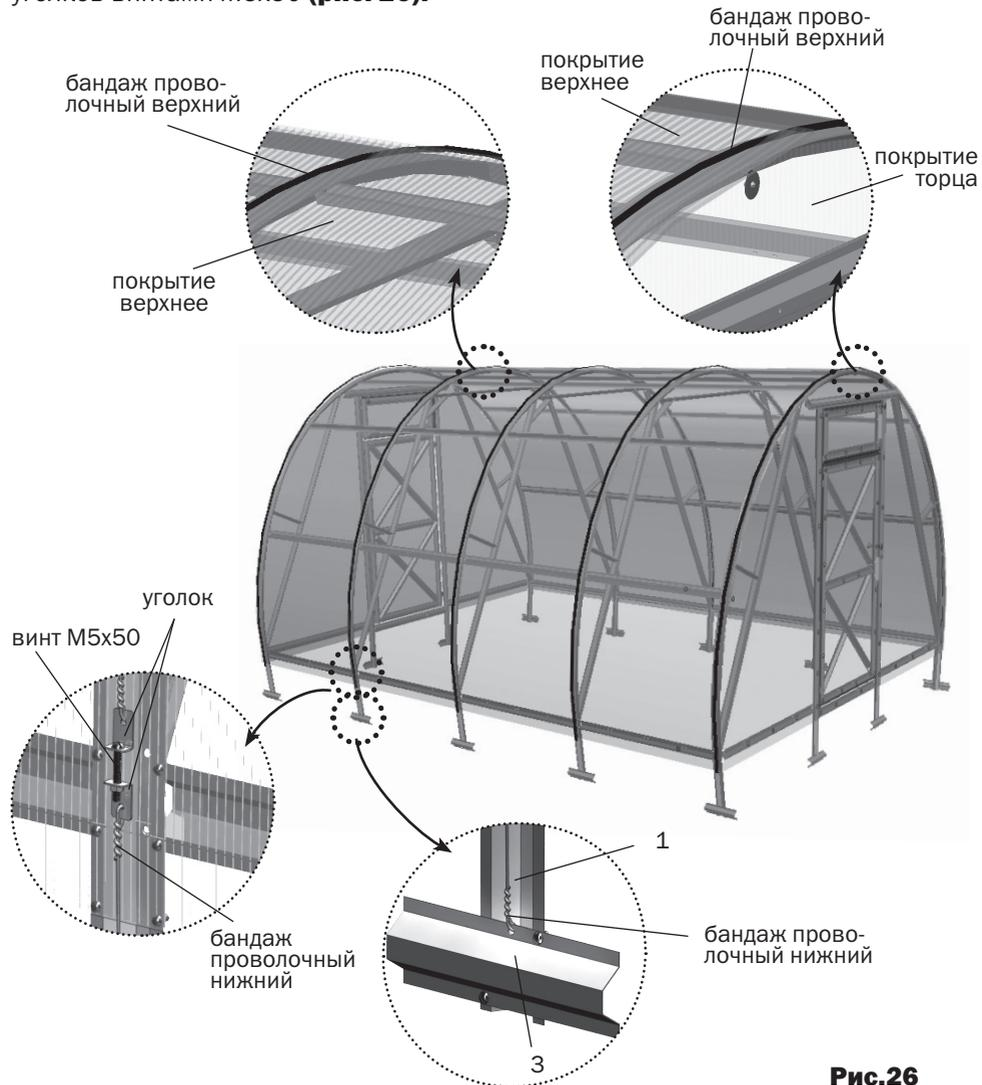

Рис.26
**10.** Листы поликарбоната заводятся на каркас теплицы и устанавливаются равными выступами за кромки дуг. Если боковые кромки поликарбоната существенно непараллельны кромкам дуг каркаса, то это означает каркас не выровнен перед затягиванием винтов и к этой операции следует вернуться. Последующие листы поликарбоната заводятся и устанавливаются с нахлестом на предыдущий лист. Проволочный верхний бандаж (6 м) устанавливается по дуге каркаса, начиная с середины каждого листа и стягивается с нижним бандажем с помощью уголков винтами М5х50 (**рис. 26**).